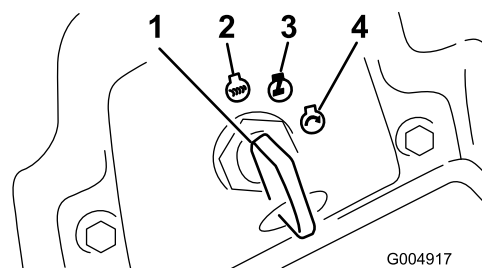

Figura 19
6. Girate la chiave di accensione in senso orario, in posizione di marcia (Figura 19).
3. Girate la chiave di accensione in posizione Off (Figura 19). Attendete che tutte le parti in movimento si siano fermate, prima di lasciare il posto di guida.